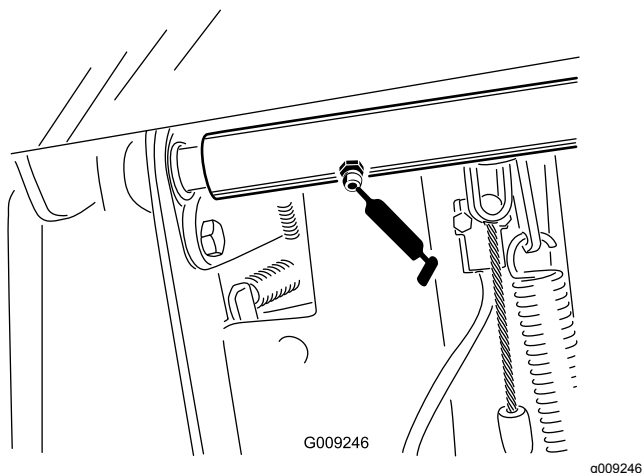

Figura 58
- 2 cuscinetti orientabili dell'albero del freno (Figura 58)